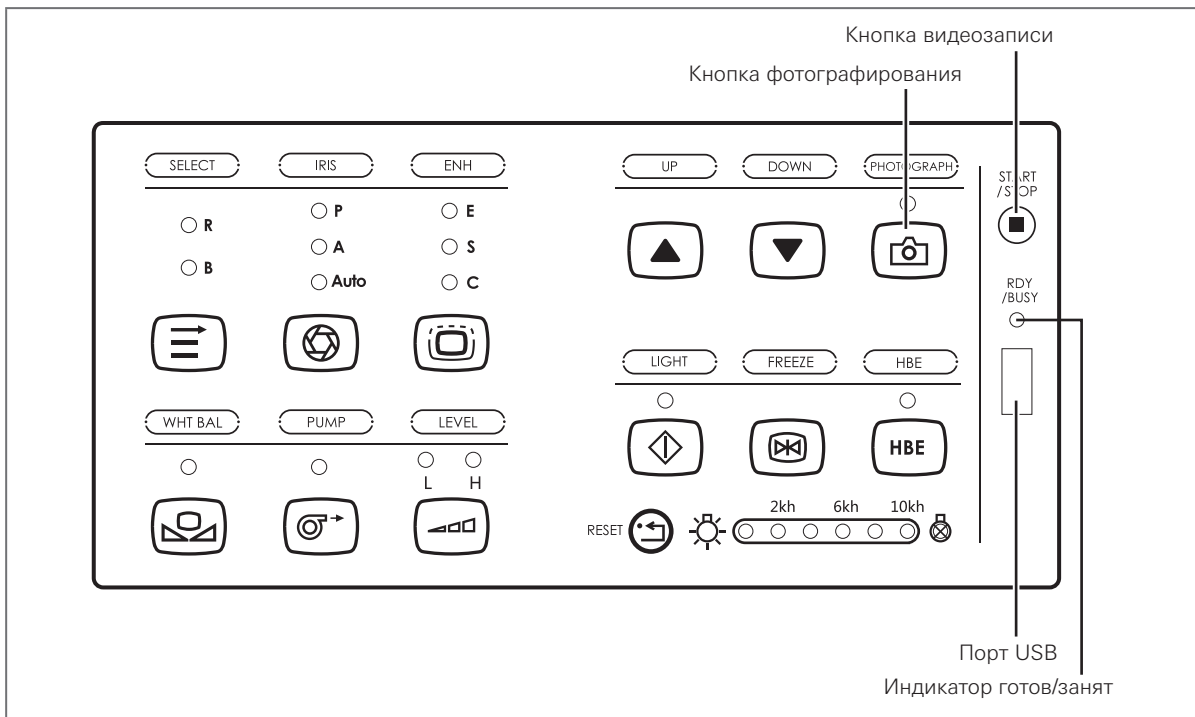

Рис. 4.12
1. Подсоедините USB-накопитель к порту USB (см. рис. 4.12).